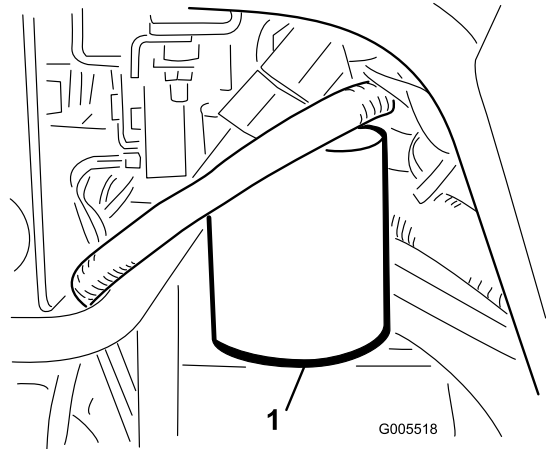

Figura 57
1. Pulite la superficie circostante il filtro (Figura 57). Collocate una bacinella di spurgo sotto il filtro e togliete il filtro.